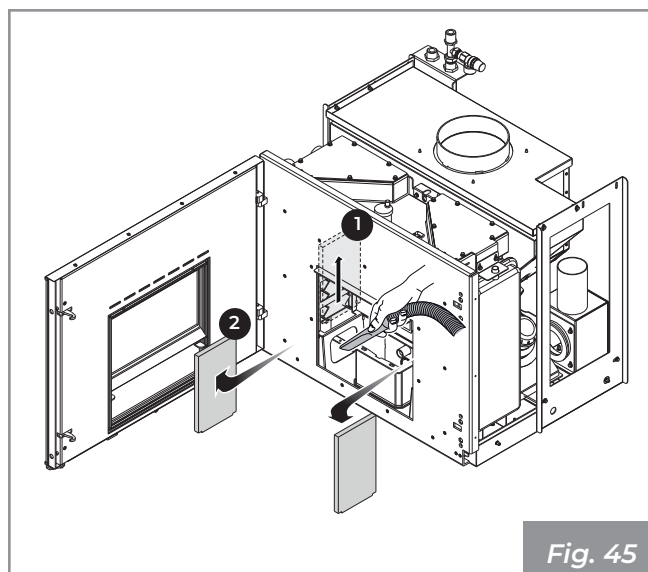

Fig. 45
- Saque los refractarios del compartimento fuego levantándolos primero (1) y a continuación, tirando de ellos hacia fuera, (2), aspire la ceniza residual en la base y paredes laterales (**Fig. 45**).